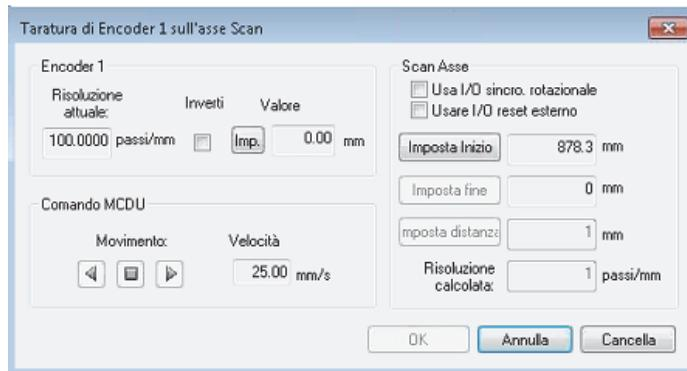

Figura 5-15 La finestra di dialogo Taratura encoder per l'encoder 1 sull'asse di scansione
4. Mentre la finestra di dialogo **Taratura encoder** è aperta (vedi l'esempio illustrato nella Figura 5-15 a pagina 178), procedere come segue: